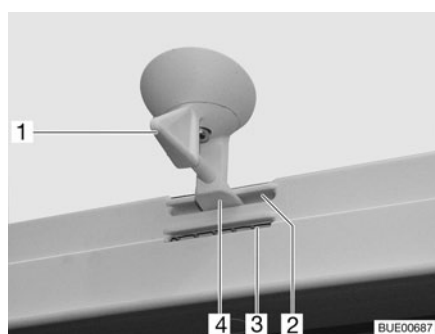
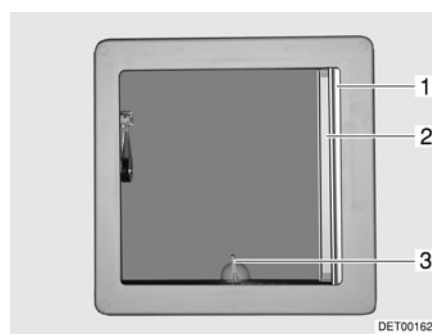

Fig. 42 Lanterneau basculant, dispositif de verrouillage
Fig. 43 Lanterneau basculant
- Tourner le levier (Fig. 42,1 ou Fig. 43,3) d'un quart de tour dans le sens inverse des aiguilles d'une montre.
- Tourner le levier d'un quart de tour. Le dispositif de verrouillage (Fig. 42,4) doit pénétrer dans l'ouverture inférieure (Fig. 42,3).
- Tourner le levier d'un quart de tour. Le dispositif de verrouillage (Fig. 42,4) doit pénétrer dans l'ouverture supérieure (Fig. 42,2).
- Retirer le dispositif occultant plissé (Fig. 43,1) et le relâcher lorsqu'il a atteint la position voulue. Le dispositif occultant plissé reste alors à cette position.
- Tirer la moustiquaire (Fig. 43,2) jusqu'à ce que le dispositif de verrouillage s'enclenche dans la partie opposée.